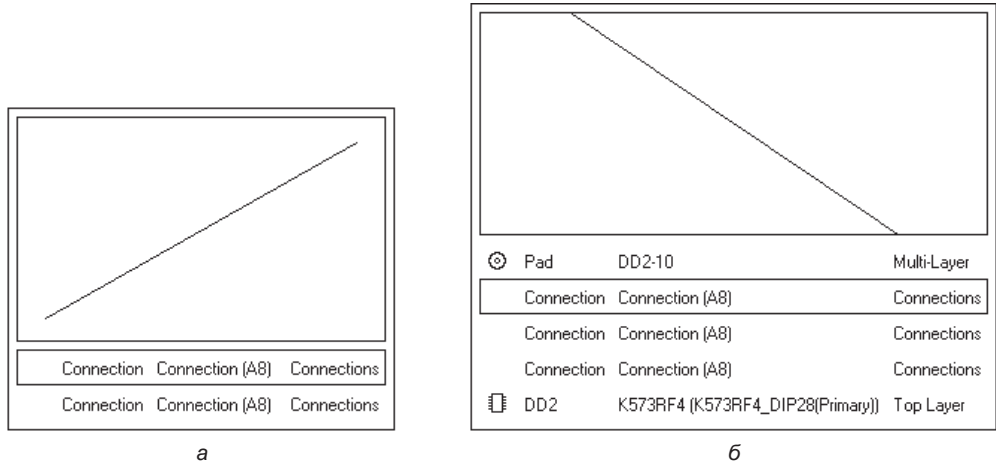

Рис. 6.61. Окна выбора объекта для автотрассировки:
- ☐ **Connection** — трассировка связи, соединяющей контакты двух компонентов (остальные участки цепи не трассируются). При указании курсором на контакт, от которого связь уходит в одну сторону, трассировка выполняется автоматически по щелчку левой кнопкой мыши. При указании курсором контакта, от которого связь расходится в разные стороны, открывается диалоговое окно, в котором приводится перечень сегментов выбранной связи и графическая иллюстрация их расположения на плате (рис. 6.61, а);
принадлежащий этой цепи. В случае указания на контакт, от которого линии связи расходятся в разные стороны, активизируется диалоговое окно (рис. 6.61, б), в котором надлежит выбрать один из сегментов электрической связи, образующей цепь. Цепь разводится целиком;